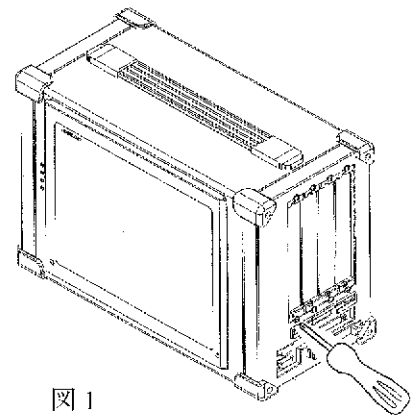

図 1
1. 準備 (図 1 参照)
固定ネジを本体内部に落とさないために、図 1 の状態で固定ネジを取り外して下さい。